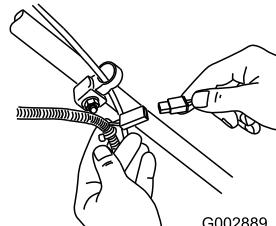

Bild 40
1. Schließen Sie das Ladegerät an den Kabelbaum des Rasenmäthers an, der sich unter dem Zündschloss befindet (Bild 40).